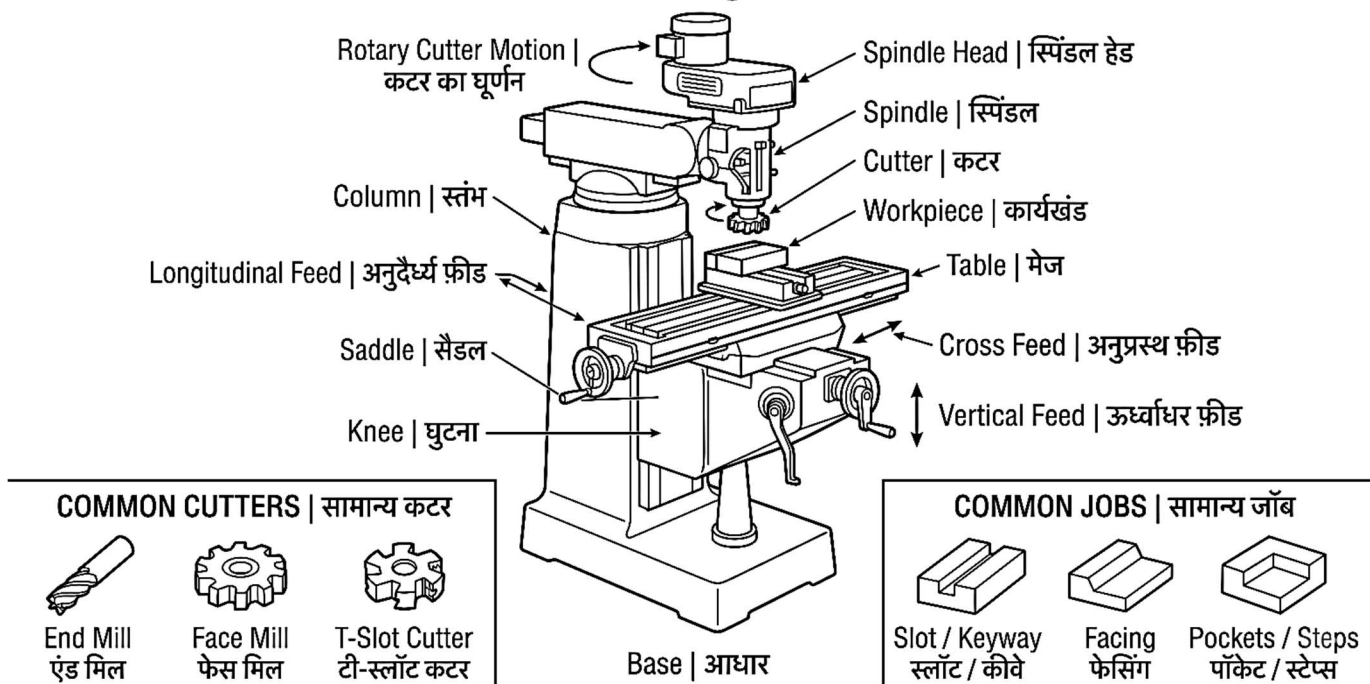

Fig. 2.11: Vertical Milling Machine | वर्टिकल मिलिंग मशीन
2.11.1 Introduction (Fig. 2.11)
2.11.1 परिचय (Fig. 2.11)